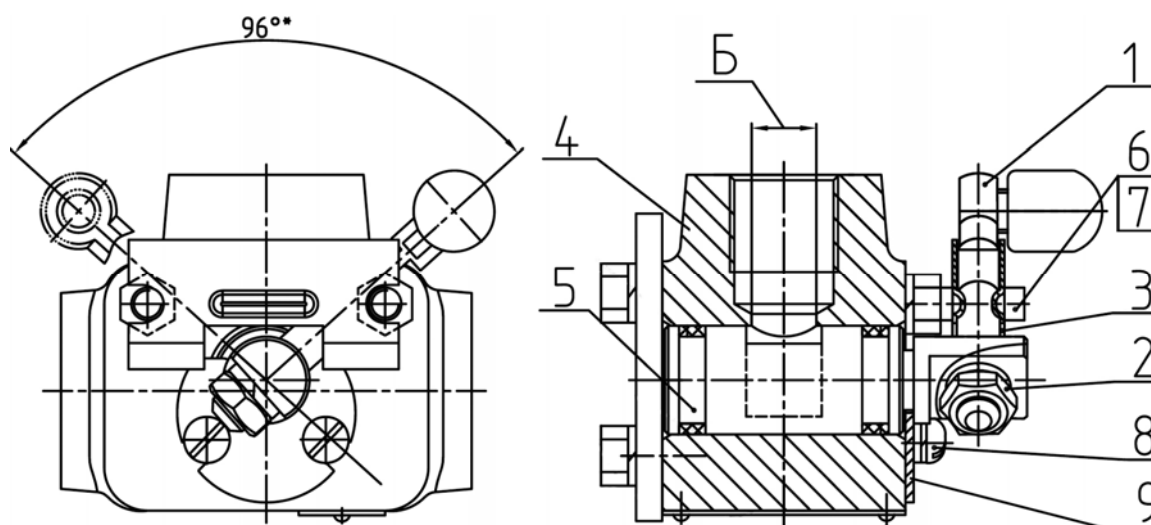

Рисунок 7.7
- 1) отвернув стопорную гайку 2 (рисунок 7.7), выверните рычаг 1 из золотника 5 и снимите стопор 3;
а) рычаг 1 (рисунок 7.7) должен поворачиваться между упорами 6 в пределах угла 96 градусов, в крайних положениях I и II (рисунок 7.9), рычаг должен фиксироваться стопором 9 (рисунок 7.7);
б) установите рычаг 1 (рисунок 7.7) в положение I, при этом паз «Е» (рисунок 7.9) золотника должен быть виден одновременно через отверстия «В» и «Г»;
в) установите рычаг 1 (рисунок 7.7) в положение II (рисунок 7.9), при этом паз «Е» золотника должен быть виден одновременно через отверстия «Г» и «Д».